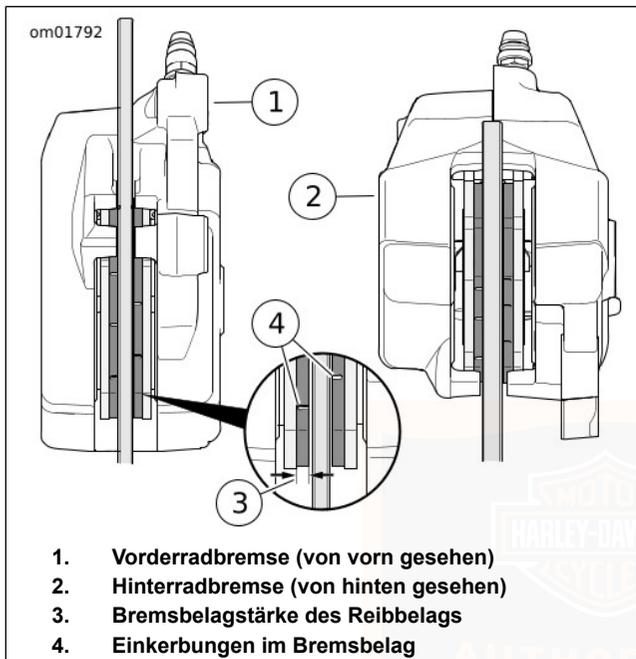

Abbildung 81. Reibmaterial des Bremsbelags
1. Siehe Abbildung 81. Die Bremsscheibe prüfen, wenn diese gedreht wird. Die Scheibe muss schlagfrei im Bremssattel laufen.